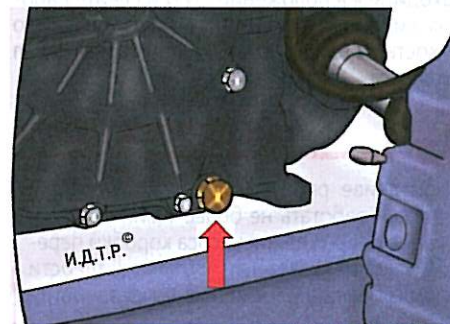

Рис. 4.5. Расположение пробки сливного отверстия автоматической коробки передач
Расположение пробки сливного отверстия на картере автоматической коробки передач показано на рис. 4.5. Заливают жидкость в коробку через отверстие в верхней части картера, в которое вставлен указатель уровня рабочей жидкости.
6. Выверните пробку сливного отверстия (см. рис. 4.5) и слейте из коробки оставшуюся рабочую жидкость (примерно 2,0 л).